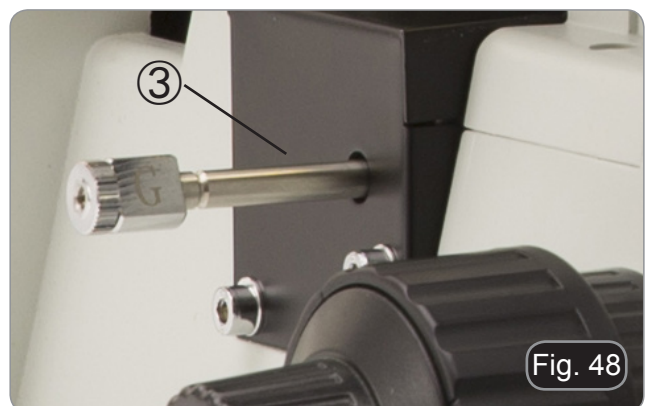

Fig. 48
Déplacer les leviers de filtre (situés à droite ou à gauche du microscope) ③ pour insérer le filtre souhaité (B ou G). (Fig. 48)